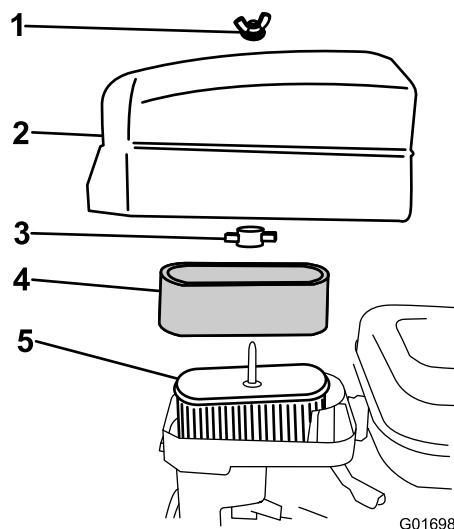

Figura 26
4. Se o elemento de esponja se encontrar sujo, deverá retirá-lo do elemento de papel (Figura 26) e limpe-o cuidadosamente, da seguinte forma: